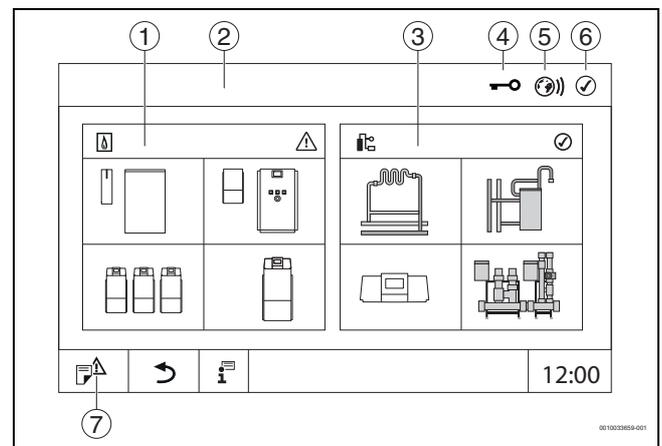

Bild 11 Systemübersicht (Beispiel)
- **Anlage** antippen (→ Bild 11, [3], Seite 13).